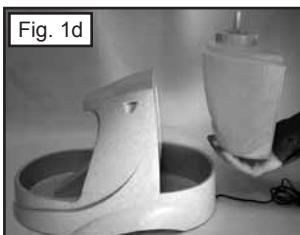
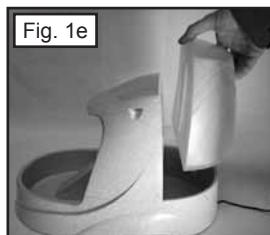

Fig. 1d
Fig. 1e
- 8) Fjern vandbeholderen ved at løfte den opad og ud fra fontænen. Vend vandbeholderen på hovedet og tag dens låg af. Fyld vandbeholderen med vand og sæt låget på igen. Hold vandbeholderen på hovedet ved fontænen bagside (Fig. 1d), vend den hurtigt rundt, så den vender rigtigt, og skyd den på plads i drikkefontænen (Fig. 1e). Vandniveauet udligner sig til cirka 1,27 cm. under skålens kant.